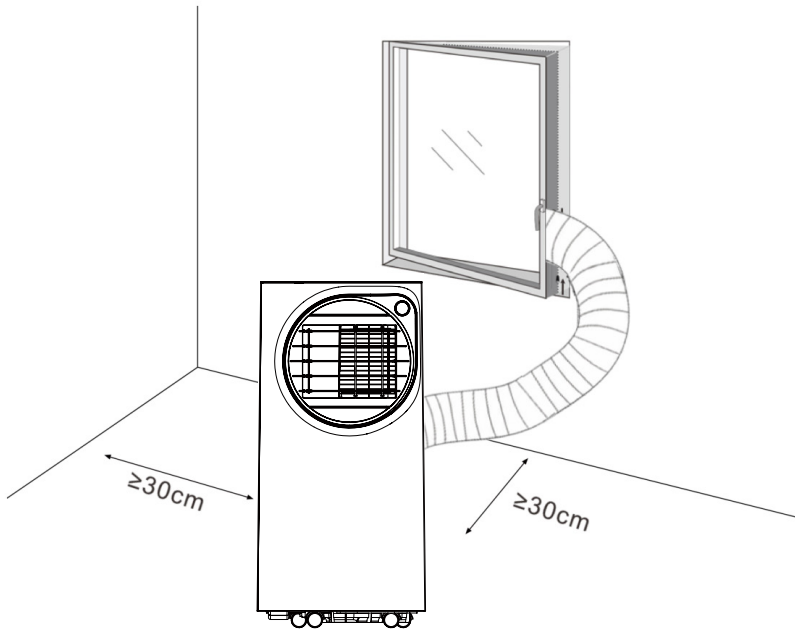

Fig.4
- Ein tragbares Klimagerät sollte an einem flachen und freien Ort aufgestellt werden. Blockieren Sie nicht den Luftauslass, und der erforderliche Abstand um das Gerät herum sollte mindestens 30 cm betragen. (Siehe Abb. 4).